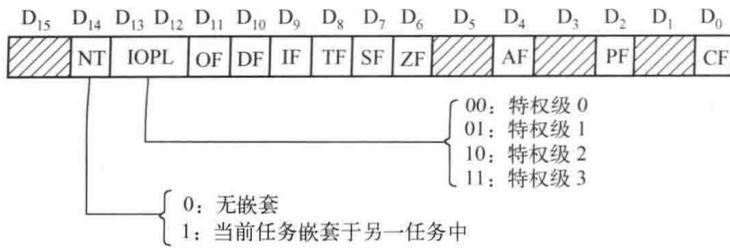
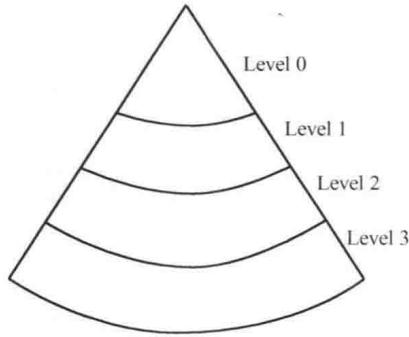

图 11-4 80286 标志寄存器
图 11-5 80286 特权级
① 标志寄存器增设了两个标志位字段，其具体格式如图 11-4 所示。其中，IOPL 字段为特权标志，占用 2 位，用来定义当前任务的特权级。这样 80286 就有 4 个如图 11-5 所示的特权级，即特权级 0、特权级 1、特权级 2 和特权级 3。序号低的特权级的级别高于序号高的特权级，因此特权级 0 的级别最高，而特权级 3 的级别最低。一般操作系统被设置为较高特权，而用户程序被设置为较低特权。NT 位为任务嵌套标志，占用 1 位。NT=1，表示当前执行的任务嵌套于另一任务中，否则 NT=0。其他 9 个标志位都与 8086 相同。